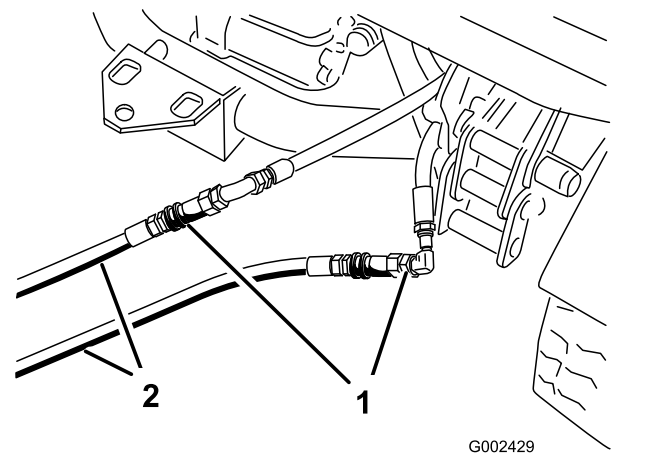

Figure 84
3. Sur la machine en panne, branchez les 2 flexibles de dépannage aux flexibles débranchés (Figure 84).